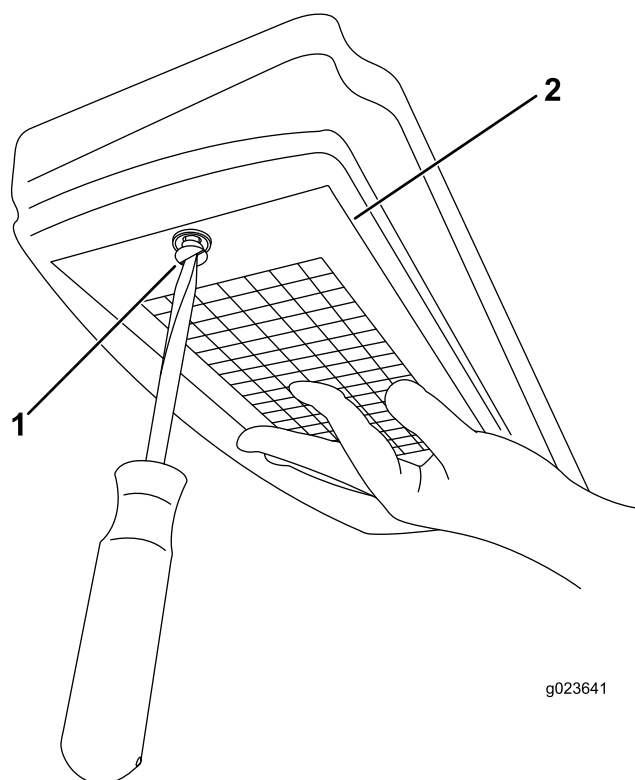

Рисунок 129
3. Отверните винт и снимите крышку воздушного фильтра (Рисунок 129).